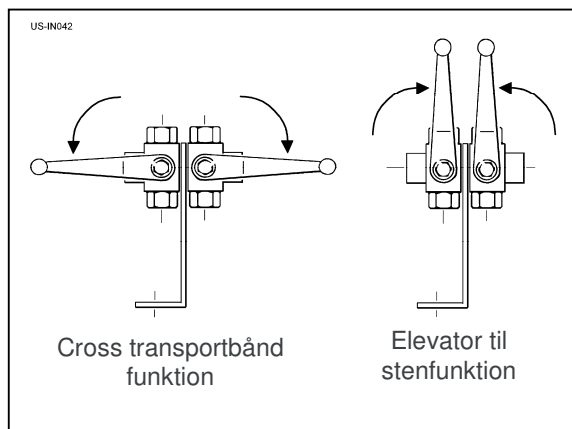
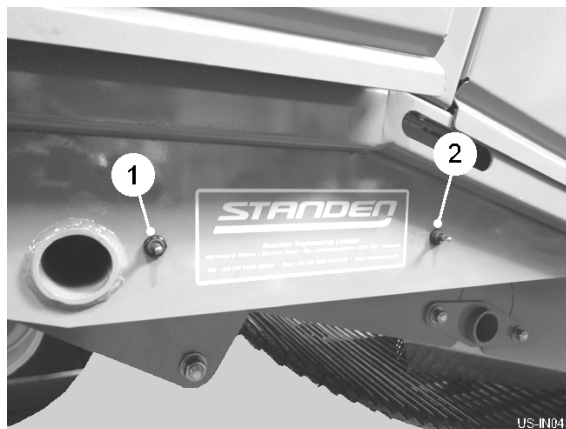

Fig 16
Fig 17
Stenelevatorfunktionen vælges ved at nulstille de to manuelle ventiler (see fig 16) bag den tredje LH-beskyttelsesdør. Hævning / sænkning af transportøren styres af de to eksterne kontakter (item 1 & 2, fig 17) på RH-siden af maskinen.
For at folde steneliften ud skal ventilhåndtagene indstilles som vist (see fig 16).
Nulstil ventilhåndtagene til 'tværtransportørfunktion' (see fig 16). Ved hjælp af afbryderne (item 1 & 2, fig 17) skal du forsigtigt flytte tværtransportøren sidelæns for at lukke mellemrummet mellem transportøren og stenelevatoren. Sørg for, at flyvningerne ikke kommer i kontakt med tværbåndet, når de kører.
Til sidst nulstilles ventilhåndtagene til 'elevatorfunktion' (se fig. 16) for at forhindre utilsigtet at flytte tværtransportøren ind i elevatoren under arbejdet.